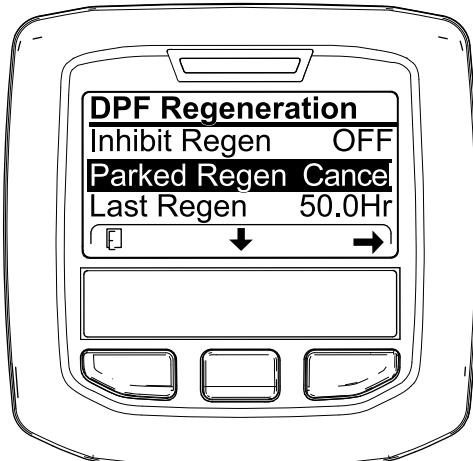
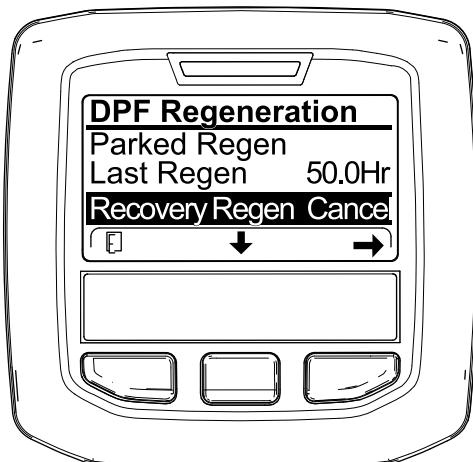

Рисунок 65
Рисунок 66
- Перейдите к меню регенерации DPF (Рисунок 65).
- Нажмите среднюю кнопку, чтобы перейти вниз к опции PARKED REGEN CANCEL (Отмена стационарной регенерации) (Рисунок 65) или к опции RECOVERY REGEN CANCEL (Отмена восстановительной регенерации) (Рисунок 66).
- Нажмите правую кнопку для выбора опции Regen Cancel (Отмена регенерации) (Рисунок 65 или Рисунок 66).